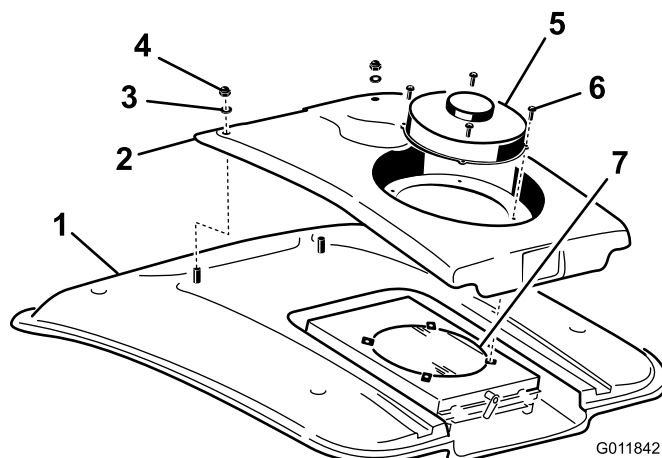

Bild 73
2. Entfernen Sie die 4 Schrauben, mit denen der Lüfter und die Kondensatorabdeckung an der Lüfterbefestigung befestigt sind (Bild 73).
4. Entfernen Sie die zwei Schrauben und Scheiben, mit denen die Vorderseite der Kondensatorabdeckung am Kabinendach befestigt ist (Bild 73).
8. Reinigen Sie den Klimaanlage-Kondensator gründlich mit Druckluft (Bild 73).